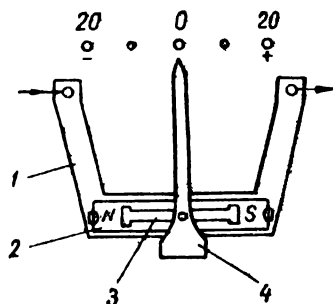

Рис. 23
III. Автомобильный магнитоэлектрический амперметр с неподвижным магнитом (рис. 23) состоит из медной шины, постоянного магнита, стрелки и якорька. В ка-
IV. В каком случае (при прохождении или отсутствии тока в цепи) намагниченный стальной якореk 3 (рис. 23) расположится параллельно оси постоянного магнита 2, а стрелка 4 установится на нулевое деление шкалы?
V. Когда через амперметр проходит ток, вокруг медной шины 1 (рис. 23) создается магнитное поле, которое, взаимодействуя с магнитным полем постоянного магнита 2, создает результирующее поле, поворачивающее якореk 3 со стрелкой. От каких факторов зависят направление и величина угла поворота якорька со стрелкой?